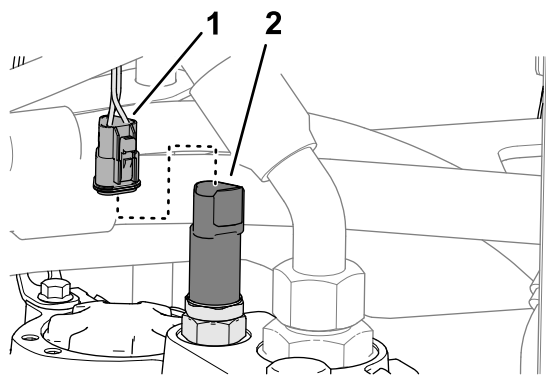

Bild 36
5. Stecken Sie den 3-poligen Stecker des Maschinenkabelbaums mit der Bezeichnung BRAKE PRESSURE SENSOR [Bremsdrucksensor] in den Stecker des Bremsdruckwandlers (Bild 36).